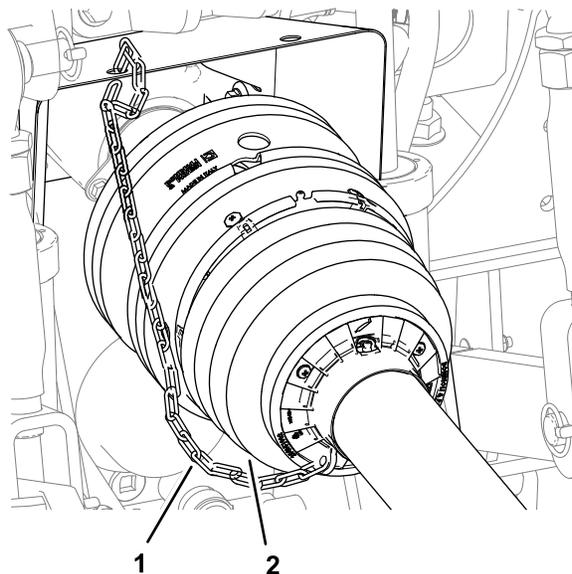

図 26
6. 拘束チェーンを牽引車両の動かない部分につなぐ 図 26。